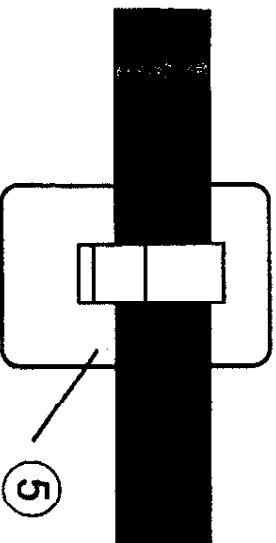

图5
7. 电池盒: 按住发射机正面向上推, (如图5-B所示)按图示装入一块9V电池。
4. 把L-01颈挂式话筒压入话筒夹,然后把话筒夹夹到您的衣服上。注意话筒不要让衣服遮住,并且话筒应距您的下巴约8-12英寸左右。(参看图5)另一头再插音频插座后旋紧。